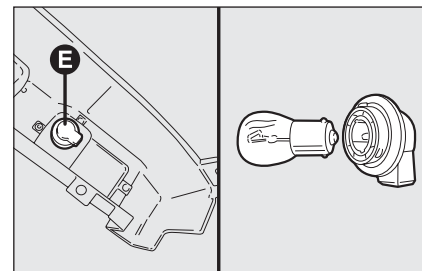

fig. 30d
- ☐ faire tourner la douille E dans le sens antihoraire (1/8 de tour), extraire l'ampoule à baïonnette en la pinçant légèrement et la faire tourner dans le sens antihoraire, ensuite la remplacer fig. 30d.